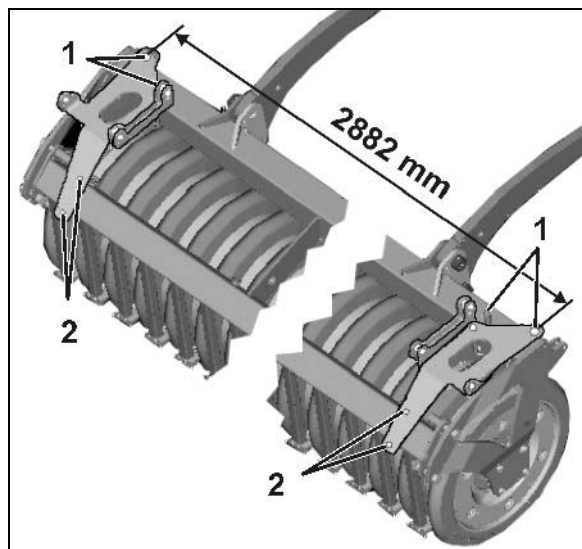

Fig. 22
- 1.1 Anvend klembøjle foran (Fig. 22/1).
- 1.2 Anvend klemplade og skruer bagpå (Fig. 22/2).